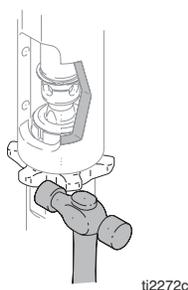

FIG. 9
3. Fig. 9. Allentare il dado di blocco. Svitare la pompa.